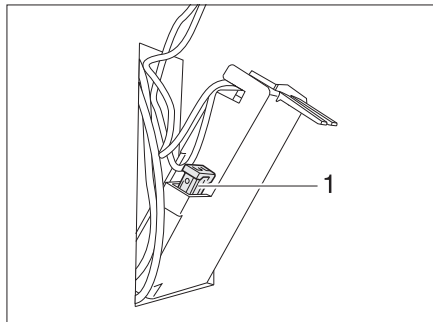

Fig. 289 Fusible del inodoro Thetford
- Cambiar el fusible (Fig. 289,1).